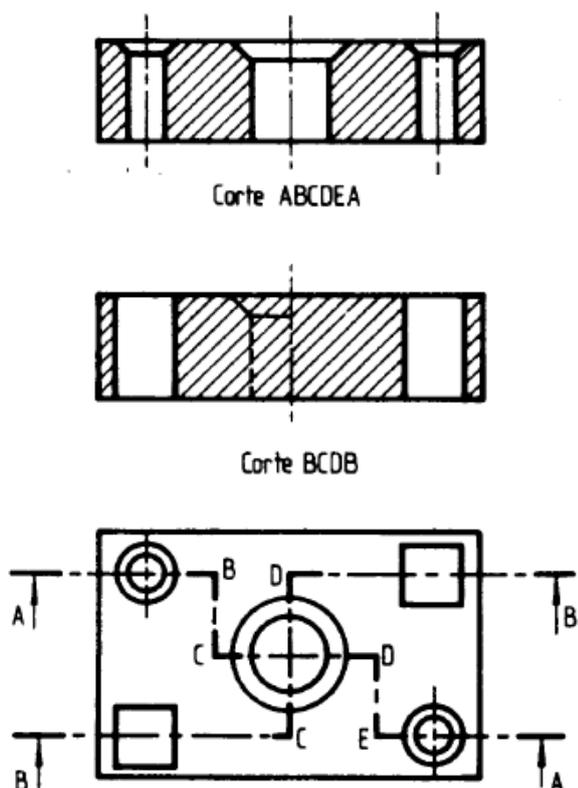

Figura 25
4.6.2 Cuando fuere necesario aclarar la representación, los planos de corte podrán tener direcciones distintas de la longitudinal o de la transversal, como se indica en la figura 25, y aún utilizar diversos planos paralelos o de distintas direcciones (cortes quebrados), (fig. 26), para reducir el número de vistas. En este último caso, se proyectarán todas las secciones sobre un mismo plano.